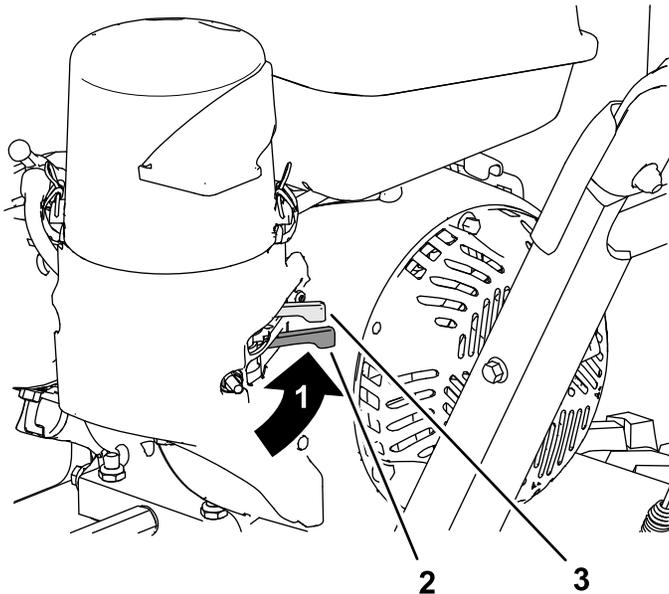

Figura 11
Mova a válvula de corte de combustível localizada por baixo do ar para a direita para ligar o combustível (Figura 11).
2. No lado esquerdo traseiro do motor, mova a alavanca do ar para a esquerda para a posição LIGAR. Num motor quente, deixe a alavanca do ar na posição DESLIGAR (Figura 11).
6. Deixe o motor aquecer durante alguns minutos e, em seguida, mova o ar para a posição DESLIGAR (Figura 11).
- Utilize a válvula de corte de corte de combustível quando não utilizar a máquina durante alguns dias, estacionar a máquina no interior de um edifício ou transportar a máquina para e do local de trabalho (Figura 11).